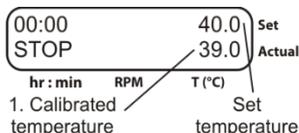

Figure 4. Affichage après étalonnage
- 6.4.8. L'affichage affichera la température étalonnée comme indiqué sur la fig. 4/1 et l'unité continuera la stabilisation thermique selon la température réglée.